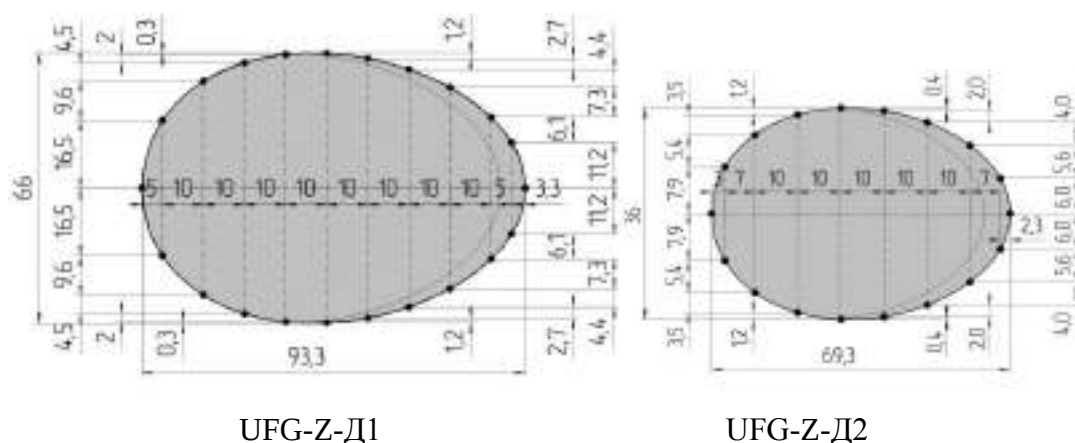

**Рисунок 2.19 – Шаблоны отверстий для установки патрубков UFG-Z**
- при отсутствии кондуктора и других приспособлений отверстие в трубопроводе допускается вскрыть в соответствии с шаблоном (рисунок 2.19);